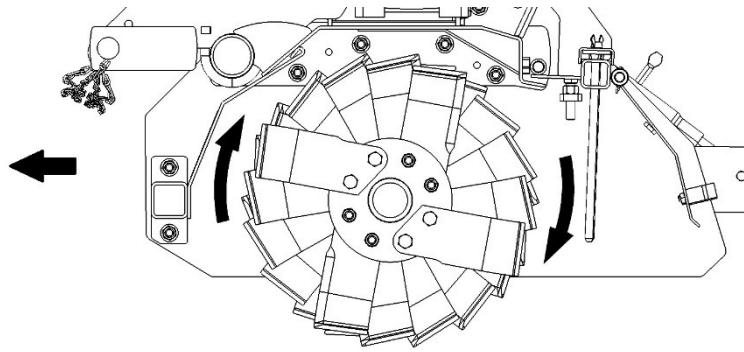

Abbildung 4. Drehrichtung der Arbeitswelle mit Bogenmessern
- die Arbeitswelle (1) so einstellen, dass das auszutauschende Bogenmesser (2) leicht zugänglich ist,
- die Muttern (3) abschrauben und die Befestigungsschrauben (4) herausnehmen,
- das Bogenmesser durch ein neues ersetzen, wobei auf die korrekte Montage der Schneidkante zu achten ist, damit diese mit der Drehrichtung der Arbeitswelle übereinstimmt (Abb. 4),